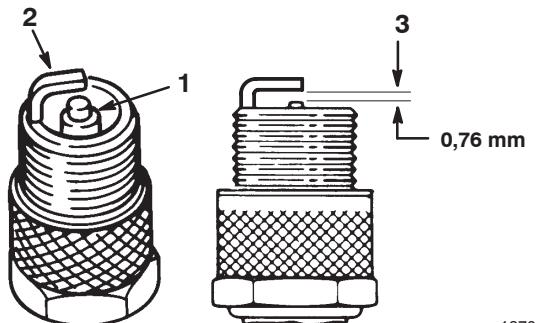

Bild 30
- Sehen Sie sich die Mitte der Zündkerze an (Bild 30). Wenn der Kerzenstein hellbraun oder grau ist, ist der Motor richtig eingestellt. Eine schwarze Schicht am Kerzenstein weist normalerweise auf einen schmutzigen Luftfilter hin.
- Prüfen Sie den Abstand zwischen den mittleren und seitlichen Elektroden (Bild 30) und biegen die seitliche Elektrode bei falschem Abstand zurecht.